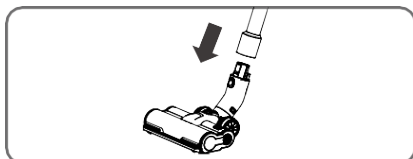

Figure 3
- Poussez une extrémité de l'ouverture circulaire de la brosse dans l'extrémité du tube d'expulsion de l'air en vous assurant qu'elle est complètement enfoncée et qu'elle est solidement installée. L'installation est terminée (Figure 3).